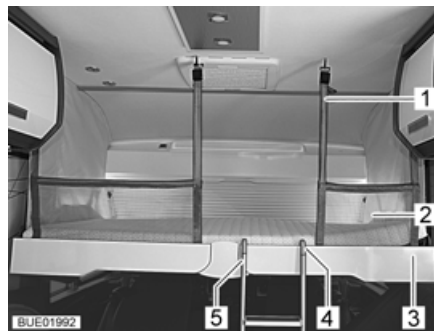

Fig. 120 Letto basculante con rete protettiva montata
Se è disponibile una rete protettiva (Fig. 120,2), questa è sistemata con le cinture di ritegno sotto il materasso del letto basculante. Fissare la rete protettiva soltanto dopo che le persone si sono stese nel letto basculante.
- Agganciare le cinture di ritegno (Fig. 120,1) ai ganci del soffitto.
- Agganciare la scala a gradini (Fig. 120,5) con le due staffe (Fig. 120,4) nella barra di presa (Fig. 120,3) al letto basculante.